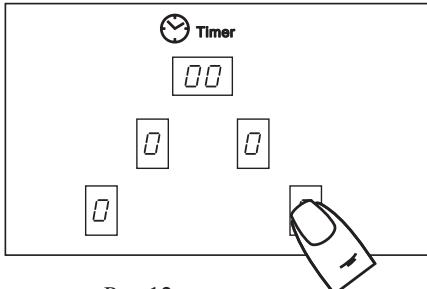

Рис.12
1. Коснитесь зоны ② с обозначением выбранной конфорки, после чего конфорка перейдет в режим управления. В соответствующем окне индикации загорится «**0.**» (ноль с точкой) (рис.12), во всех остальных окнах - «**0**»(ноль без точки).